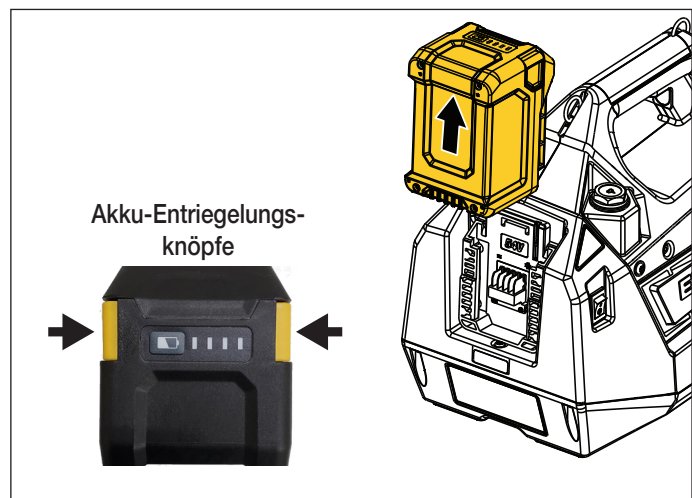

Abbildung 8: Akku – Entfernen
- **Entfernen des Akkus aus der Pumpe:** Drücken Sie die Entriegelungsknöpfe, die sich auf beiden Seiten des Akkus befinden, und halten Sie diese gedrückt. Ziehen Sie den Akku anschließend nach oben und entfernen Sie diesen aus der Pumpe. Siehe Abbildung 8.